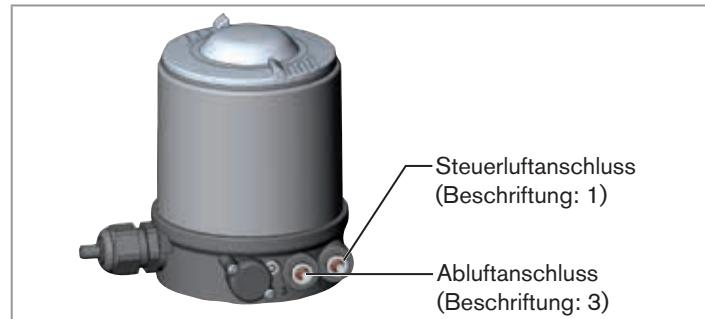

Bild 11: Pneumatischer Anschluss
- Steuermedium an den Steuerluftanschluss (1) anschließen (3 ... 7 bar; Instrumentenluft, ölf-, wasser- und staubfrei).
- Abluftleitung oder einen Schalldämpfer an den Abluftanschluss (3) montieren (siehe „Bild 11: Pneumatischer Anschluss“).